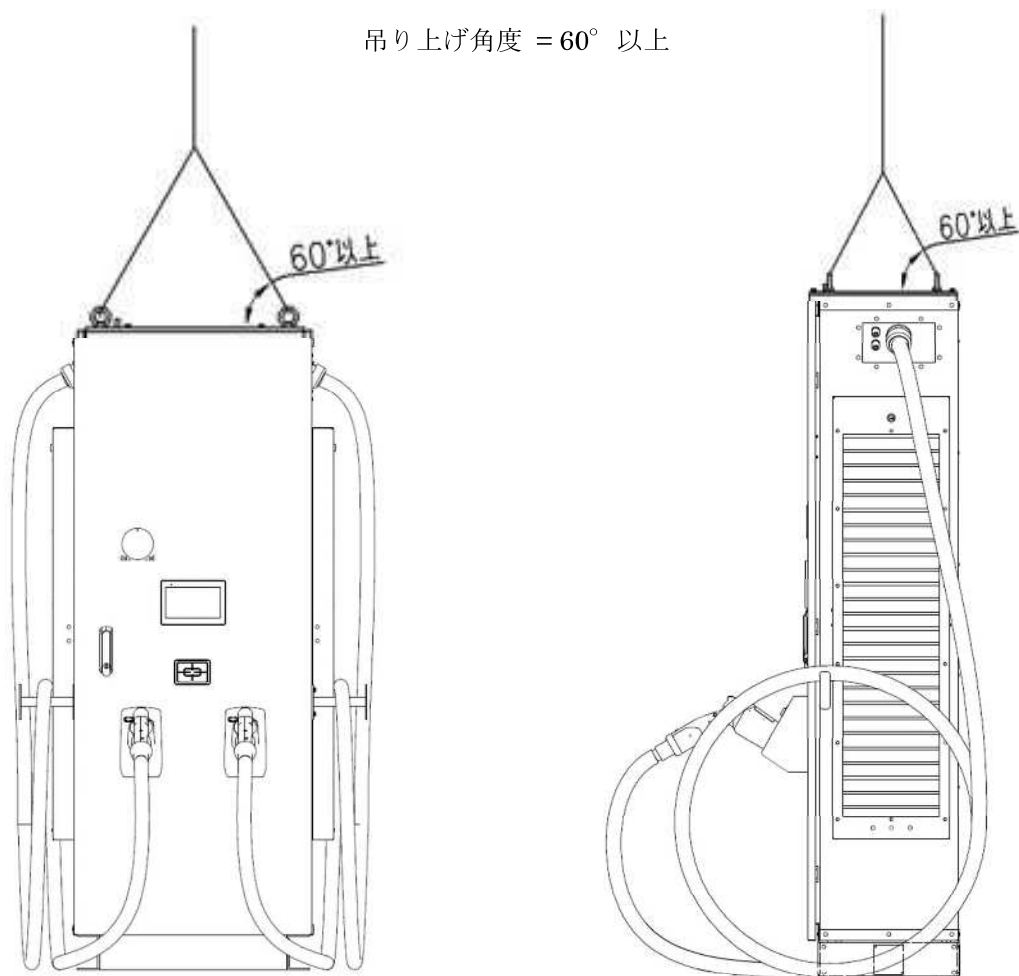

図2. 運搬・吊り上げ例
- (1) 運搬・吊り上げの際には、本体は図2のように天井に取付けてあるアイボルト（M12×4本）を使用して吊り上げてください。
- (2) 吊り上げ用のワイヤーは当社では準備しておりませんので、製品質量(15. 外形図参照)の吊り上げに対し十分な強度を持つワイヤーを選定してください。
- (3) 運搬・吊り上げの際、扉が開いていますと危険ですので必ず施錠してください。